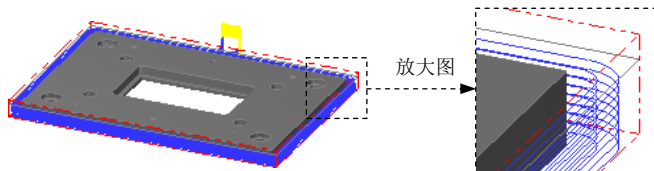

图 2.18 刀具路径
Step9. 单击“2D 刀具路径-外形”对话框中的 按钮，完成参数设置，此时系统将自动生成图 2.18 所示的刀具路径。